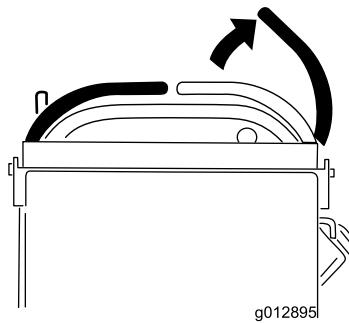

図 11
- 左右の走行コントロールレバーをニュートラル位置にセットし、右側走行コントロールレバーをニュートラルロック位置にセットする図11。